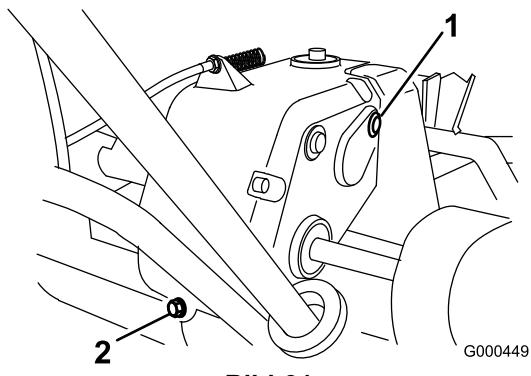

Bild 31
2. Entfernen Sie die Ablassschraube hinten am Getriebe (Bild 31).
3. Drücken Sie den Griff nach unten und kippen Sie die Maschine nach hinten. Nehmen Sie die Prüf-/Füllschraube aus der rechten Getriebeseite heraus (Bild 31).